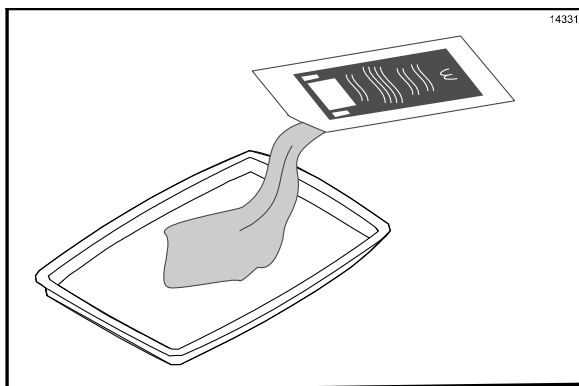

Figure 42
9. Ouvrir un paquet de **nettoyant grill haute température McD (HTGC)**. Vider le contenu dans un plateau repas propre ou dans un plateau en acier inoxydable (Cf. Figure 42).